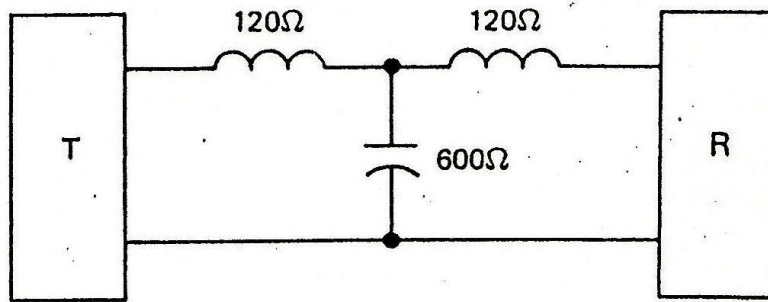

Figura 7
2. Una línea de transmisión, que tiene 500 kilómetros de longitud, tiene una reactancia de 240 Ohms por fase y una capacitancia línea neutro de 600 Ohms por fase. Su circuito equivalente por fase puede ser aproximado mediante el circuito que se muestra en la figura 7. Si el voltaje línea a línea en el extremo transmisor T es de 330 KV, ¿Cuál es el voltaje línea a línea en el extremo receptor R, cuando está desconectada la carga?